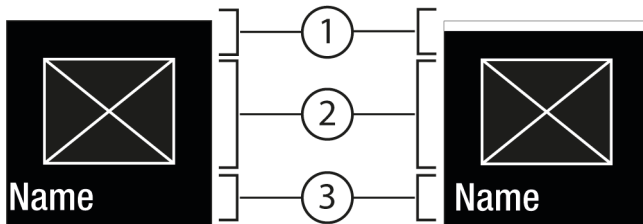
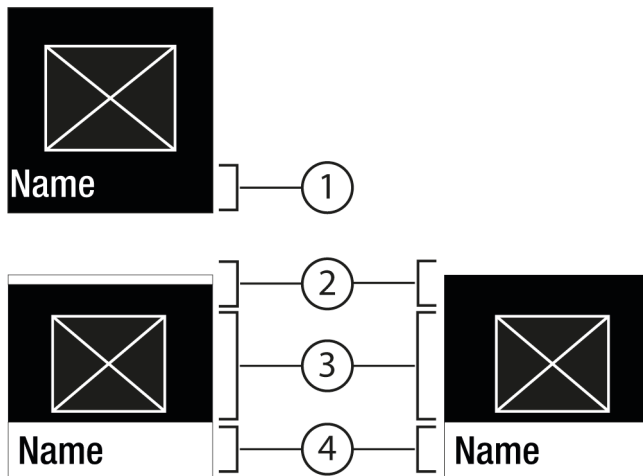

Fig. 7
Fig. 8
- Avec Confirmer Fig. 6 (2), appeler le sous-menu Fig. 8 (4).
- Régler une nouvelle valeur : Avec Confirmer Fig. 6 (2), sélectionner une valeur désactivée Fig. 7 (1).
- Retour au menu : Avec Confirmer Fig. 6 (2), sélectionner la valeur déjà activée Fig. 7 (2).
- ▷ Status : activé *Fig. 7 (1)* s'affiche brièvement dans le sous-menu *Fig. 8 (4)*.